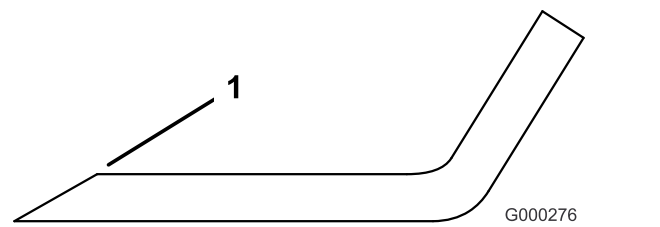

Рисунок 128
3. Проверьте режущие кромки всех ножей и заточите их, если они затупились или имеют зазубрины (Рисунок 128).
Примечание: Чтобы ножи всегда оставались острыми, затачивайте только верхнюю сторону режущей кромки и сохраняйте первоначальный угол заточки (Рисунок 128). Балансировка ножа не нарушается, если с обеих режущих кромок удаляется одинаковое количество материала.